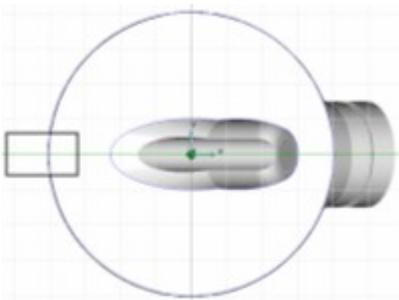

Рис. 2.19 Построение контура фланца.
18. На запрос «Узел элемента» укажите один из концов построенного отрезка. Будет построен контур фланца (рис. 2.19).